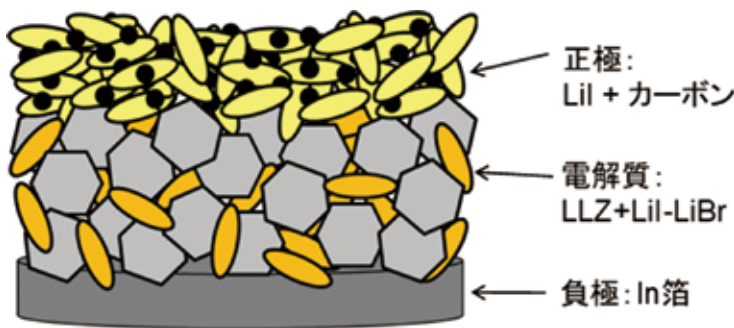

図5 非焼結型固体電池の構成
①「IC」セルの更なる特性向上への開発指針を打ち出す (図5)
②「IC」セルの寿命予測モデルを立てる等を行っている。
【図5】革新LIC開発におけるMI活用例2
次に、複合固体電解質を用いて電池セルを作製し、動作検証を行った。電池セル構成を図5に示す。